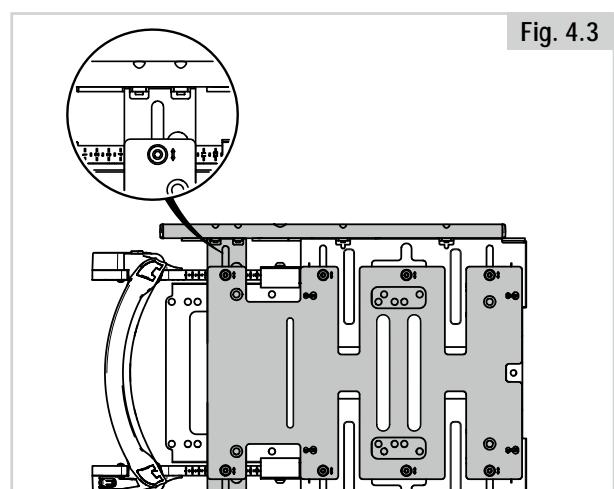

Fig. 4.3
- Montér monteringspladen til ekstra sædedybde fra SD 530 mm for mere stabilitet for den lange sædeskinne, Fig. 4.3.